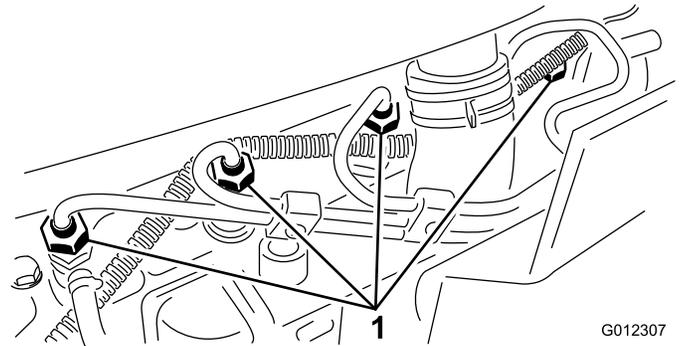

Figura 34
1. Afloje la conexión entre el tubo y el conjunto de boquilla y soporte N° 1 (Figura 34).